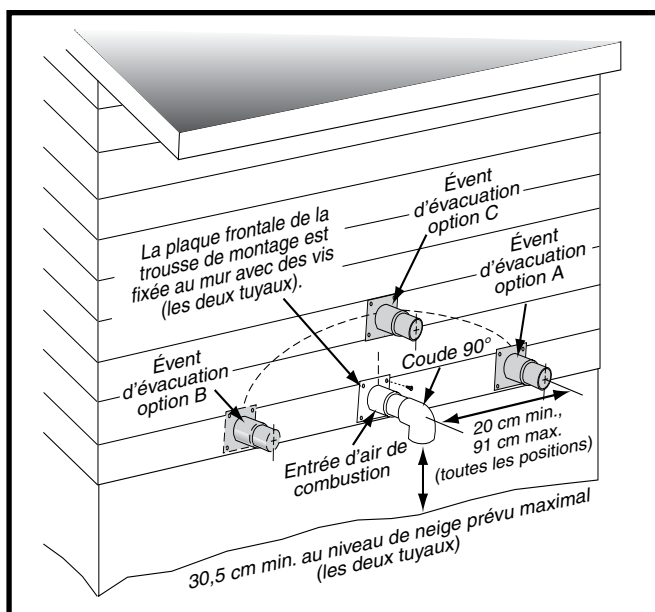
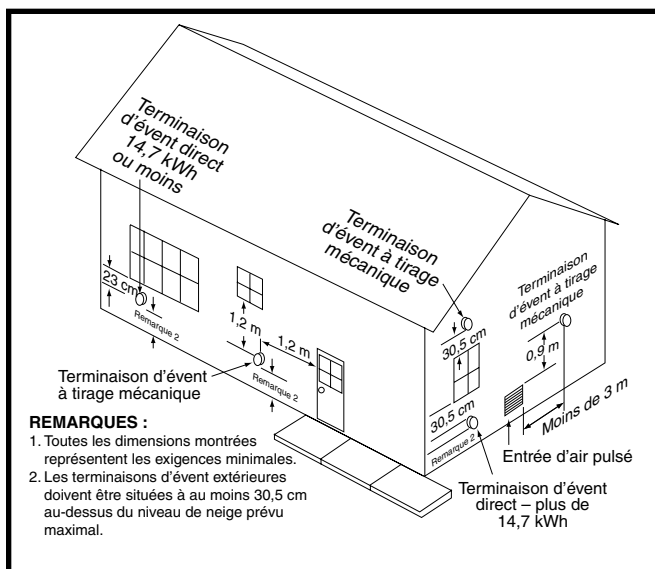
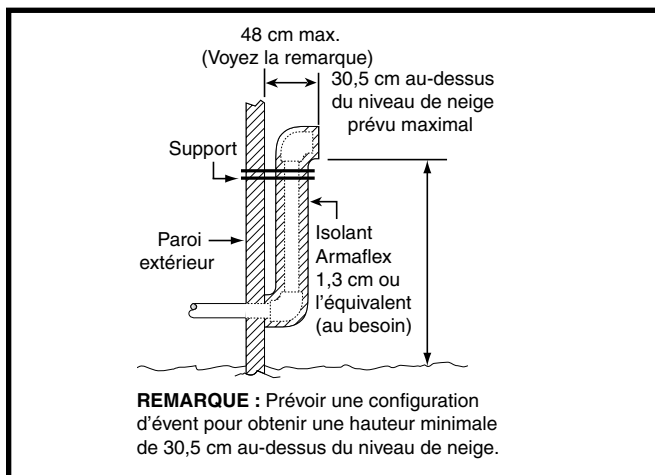
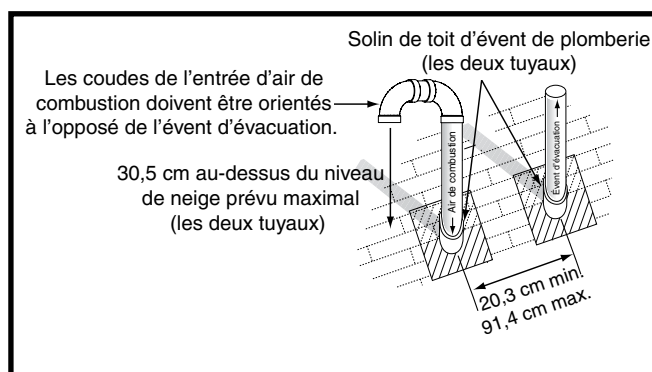

Figure 1. Dégagements du conduit d'admission et du conduit d'évacuation
Figure 2. Emplacements de l'évent
Figure 3. Autre installation d'un conduit d'évent horizontal
Figure 4. Terminaison d'évent vertical
- Si on utilise un système à 2 tuyaux, l'admission d'air de combustion et l'évacuation doivent être situées dans la même zone de pression atmosphérique. Cela signifie que les deux conduits doivent sortir du bâtiment par la même section de mur extérieur ou de toit, comme indiqué aux Figure 1, Figure 2, et Figure 4 \(page 9\) et Figure 29 \(page 37\).
- Les terminaisons d'évent et d'admission d'air de combustion doivent être installées comme indiqué aux Figure 1, Figure 2, Figure 3, et Figure 4, et conformément à ces directives :
- Tous les dégagements minimaux (Figure 2) doivent être maintenus pour protéger les matériaux du bâtiment contre la dégradation causée par les gaz de combustion.
- Lorsque le conduit d'évent doit sortir par un mur extérieur à proximité du niveau du sol ou du niveau de neige prévu et qu'il n'est pas possible d'obtenir les dégagements indiqués à la Figure 1, il est possible d'utiliser un conduit montant, comme indiqué à la Figure 3. Il faut utiliser de l'isolant pour éviter le gel de cette section de conduit. Voyez le Tableau 3, (page 10) pour la protection contre le gel de l'évent.
Les exigences relatives à l'espacement des terminaisons entre le toit et entre chaque terminaison sont indiquées à la Figure 4. L'endroit où le conduit traverse le toit doit être doté d'un solin approprié et étanche; on peut utiliser un chaperon de toit ou un solin équivalent. La tuyauterie d'évent et la tuyauterie d'air de combustion peuvent être installées dans une cheminée existante non utilisée, à condition que :
- les dégagements de terminaison indiqués à la Figure 4 soient maintenus;